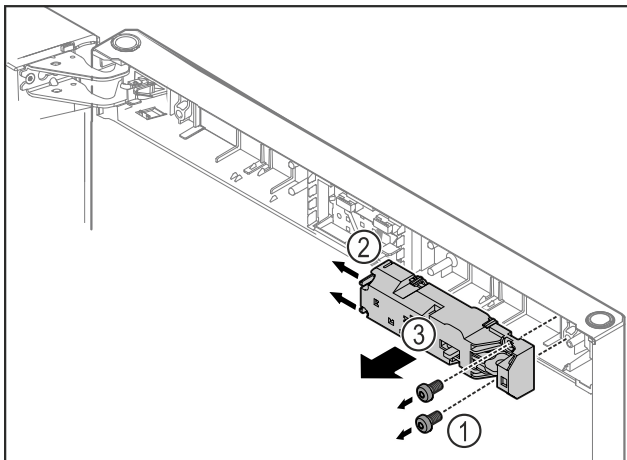

Fig. 12
- ▶ Ta bort skruvarna Fig. 12 (1).
- ▶ Tryck låsklackarna Fig. 12 (2) åt sidan och ta bort fjärrlåset Fig. 12 (3).